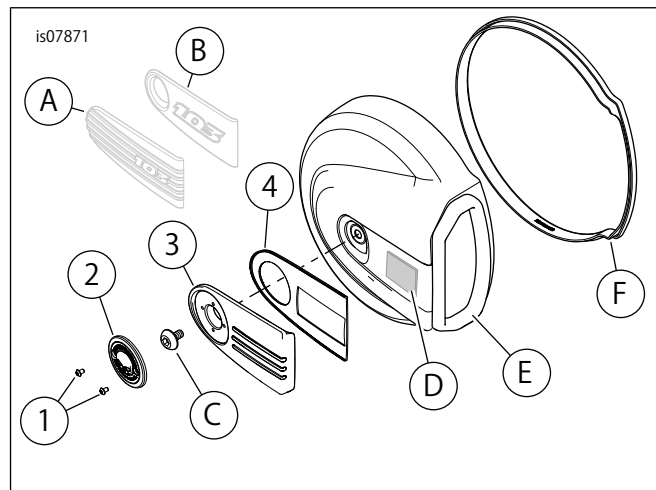

図1. 交換用パーツ: エアクリーナートリムキット
「図1」および「表1」を参照してください。
- 「図1」を参照してください。エアクリーナーカバーから標準装着 (OE) インサート (AまたはB) を外します。
- スクリュー (C) を取り外します。エアクリーナーカバー (E) およびシール (F) は、取り外す必要はありません。
- 「図1」を参照してください。消毒用アルコールと水とを50:50で混ぜた液体で (D) の部分を十分に清掃します。完全に乾燥させる。
- 目で見ながらトリムプレート (3) とカバーとの位置を揃え、ファスナーの部分 (D) をしっかりと押して固定します。30秒間押さええます。
- スクリュー (C) のねじ部にLOCTITE 243 MEDIUM STRENGTH THREADLOCKERANDSEALANT (LOCTITE243中強度スレッドロッカーシーラント) (青) を塗布します。